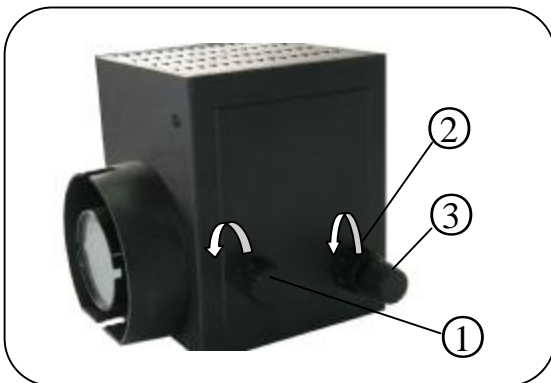

Fig. 19.
12. Ajuste de la fuente de luz (Fig. 19).